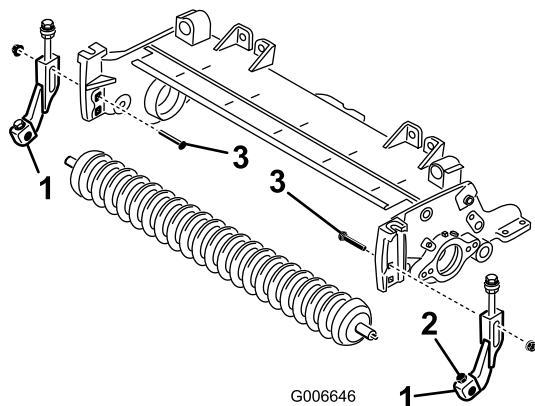

Figura 6
8. Instale, sem apertar, os novos suportes, direito e esquerdo, de altura de corte, no rolo dianteiro existente, com novos parafusos 5/16 x 1-1/8 pol. e as porcas de retenção, de cabeça flangeada, de 5/16 pol. Coloque os suportes de altura de corte conforme mostrado na Figura 6.
novas porcas flangeadas de 3/8 pol., colocando as peças de acordo com a figura Figura 6.
11. Centre o rolo entre os suportes de altura de corte e encaixe-o, fixando-o nos suportes, com os parafusos e porcas de retenção (Figura 6).